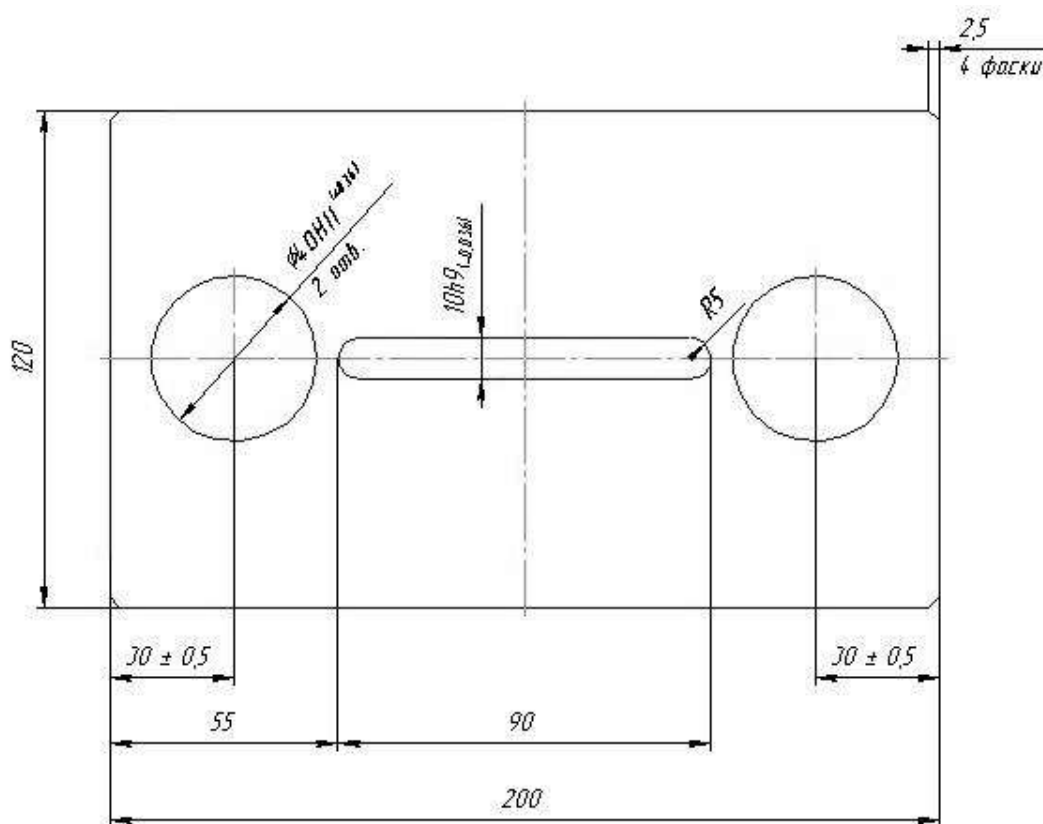

Рис.60 Простановка размеров
6. Аналогично вышеуказанному способу создаем остальные размеры, показанные на Рис.60.